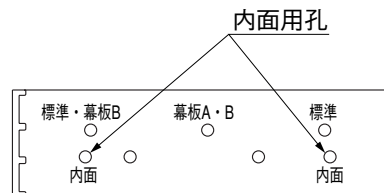

図4-3 固定ネジ治具
- 床板目地ピッチは約5mmです。付属の固定ネジ治具を利用してください。（図4-3参照）
⑦ 床板間に固定ネジ治具をはさみ、「内面」と刻印してある下孔を使い（図4-3参照）、 $\phi 4.5$ 下孔（床板のみ）と $\phi 9$ サラ取りをしてください。
⑧ 内面床板を根太に、10-①で固定してください。